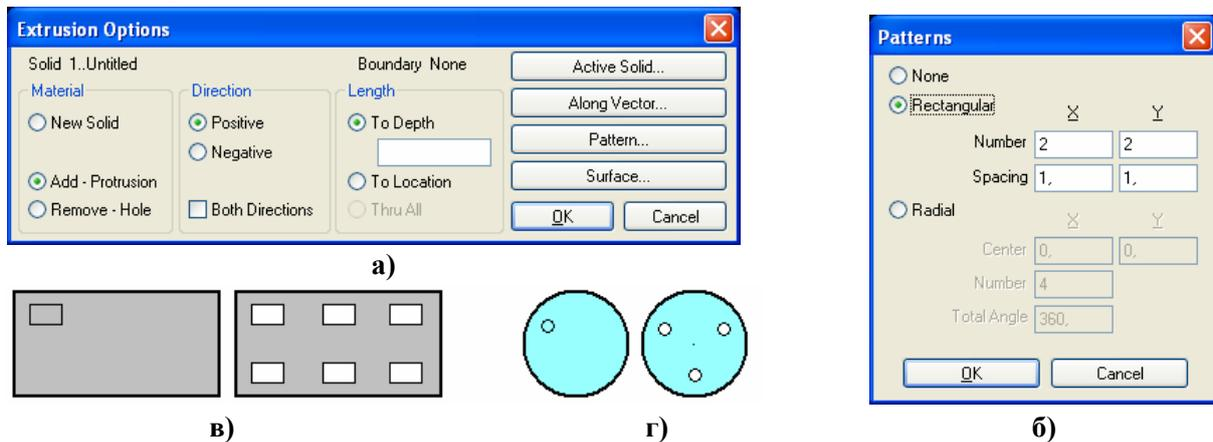

Рис.2.18. Диалоговые панели: а) – для выдавливания „твердого” тела; б) – шаблоны; и результаты действия шаблона: в) – Rectangular; г) – Radial
- выдавливанием (**Extrude...**). Появляется диалоговая панель „**Extrusion Options**” (см. рис.2.18-а). На ней выбирается поверхность (кнопкой **Surface**); всегда автоматически выбирается та поверхность, которая выбиралась последней). В секции „**Material**” указывается, что делать с материалом „твердого” тела: это будет новое тело (**New Solid**) или он будет добавлен к существующему (**Add – Protrusion**) или наоборот – это будет удаление материала (**Remove – Hole**). В секции „**Direction**” указывается направление (на рабочем поле появляется изображение вектора): положительное, отрицательное или в обе стороны (**Both Directions**). В секции „**Length**” указывается длина выдавливания. Если выдавливание – в направлении нормали к поверхности, то достаточно в окне „**To Depth**” указать значение. Если – „под наклоном”, то сначала необходимо указать направление (кнопка „**Along Vector**”). Также можно в секции „**Length**” выбрать „**To Location**” и дать команду „**OK**”: появляется диалог, в котором вводится направление и длина выдавливания в терминах описания вектора. Опцию „**Try All**” (через все тело) устанавливают, когда в теле необходимо создать сквозное отверстие. С помощью кнопки и диалога „**Patterns**” (см. рис.2.18-б) можно на основе *одной* поверхности одновременно создать несколько „твердых” тел (или отверстий), расположенных рядами (**Rectangular**, см. рис.2.18-в): указывается количество в каждом направлении (**Number**) и расстояние между ними (**Spacing**); или расположенных на окружности (**Radial**, см. рис.2.18-г) с центром (**Center**) и через угол, который равен результату деления общего угла (**Total Angle**) на количество (**Number**) таких элементов;